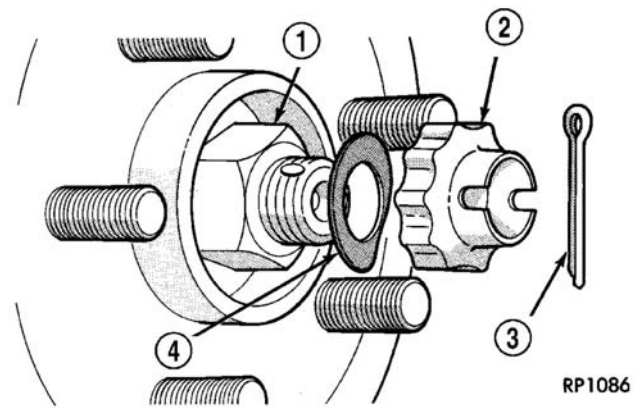

图 4 轮毂螺母
- (1) 升起车辆。（参见“润滑与保养—标准程序”）
- (2) 卸下车轮螺母、前轮胎及车轮总成。
- (3) 从短轴上卸下开口销、锁紧螺母和弹簧垫圈（图 4）。
- (4) 在助手帮助下踩下制动，在保持前轮毂不转动的同时，卸下轮毂螺母（图 4）。
(5) 将轮毂螺母装到短轴的端头（图 4）。在助手的帮助下施加制动以保持前轮毂不转动，同时紧固轮毂螺母以安装固定螺栓，并紧固至  $244 \text{ N} \cdot \text{m}$  ( $180 \text{ ft.lbs.}$ ) 的扭矩。
(6) 将车轮和轮胎总成安装到车辆上。按照正确顺序拧紧车轮螺母，直至所有螺母的扭矩都达到规定扭矩的一半。然后重复紧固顺序，使所有螺母都达到  $135 \text{ N} \cdot \text{m}$  ( $100 \text{ ft.lbs.}$ ) 的满规定扭矩。
(7) 将车辆降至地面。
(8) 检查前轮定位中的前束设定，如果未在技术要求内则重新设定。